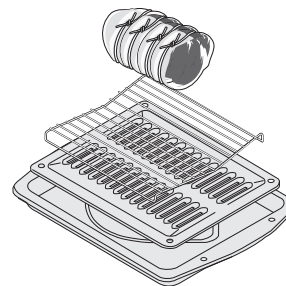

Figure 23 : Lèchefrite, grille et grille de rôtitage
4. Placez la viande (le côté gras vers le haut) sur la grille (Figure 23). Placez l'aliment préparé sur la grille et glissez-la à l'intérieur du four.
- Utilisez la lèchefrite et sa grille, ainsi que la grille de rôtissage (Figure 23) (sur certains modèles). La lèchefrite recueille les écoulements de graisse et sa grille évite les éclaboussures. La grille de rôtissage supporte la pièce de viande.
- Utilisez toujours la lèchefrite et sa grille lorsque vous effectuez une cuisson au gril, si celles-ci sont fournies. Elles permettent à la graisse de s'écouler à l'écart de la chaleur intense de l'élément du gril (Figure 23).